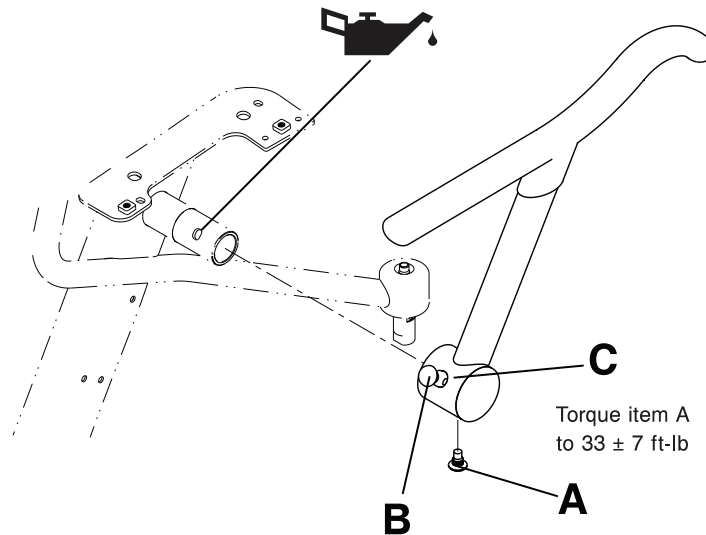

Figure 2-24 : Remplacement d'un accoudoir relevable
2. À l'aide d'une clé à 6 pans de 5/16", retirer la goupille de butée (A) de la partie inférieure de l'accoudoir relevable (Figure 2-24 à la page 2-40). Jeter la goupille.
3. Avec une main, tirer la goupille de déblocage de l'accoudoir (B) vers le haut et, avec l'autre main, tirer l'accoudoir relevable (C) vers l'extérieur pour le démonter (Figure 2-24 à la page 2-40).
4. Lubrifier le pivot de l'accoudoir fourni avec de la graisse Syntec (3000-200-7 19) (Figure 2-24 à la page 2-40).